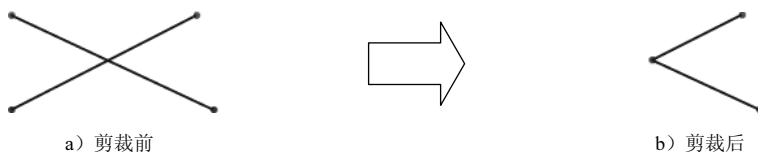

图 2.7.13 “边角”方式
- 使用（边角剪裁）方式可以剪裁两个所选草图实体，直到它们以虚拟边角交叉，如图 2.7.13 所示。